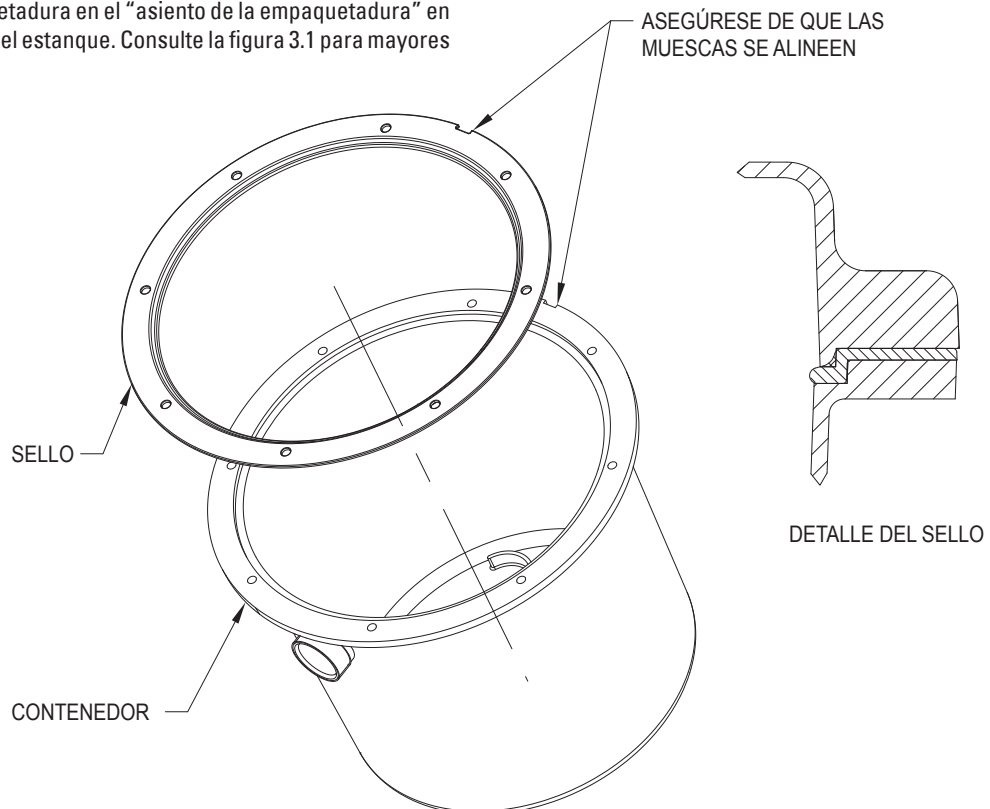

FIGURA 3.1
- 3.1) Instale la empaquetadura en el "asiento de la empaquetadura" en la parte superior del estanque. Consulte la figura 3.1 para mayores detalles.